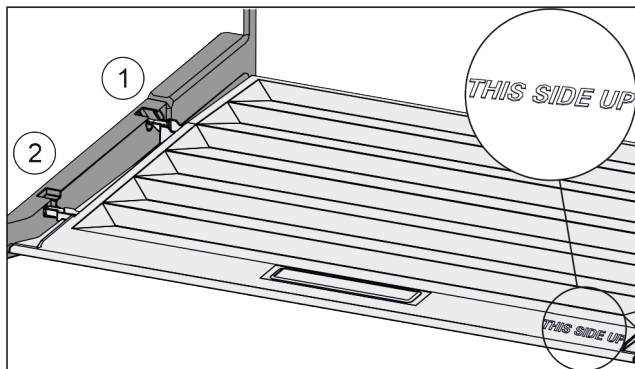

Fig. 99
- Dekselranden via de opening van de achterste houder Fig. 99 (1) aanbrengen en van voren in de houder Fig. 99 (2) klikken.